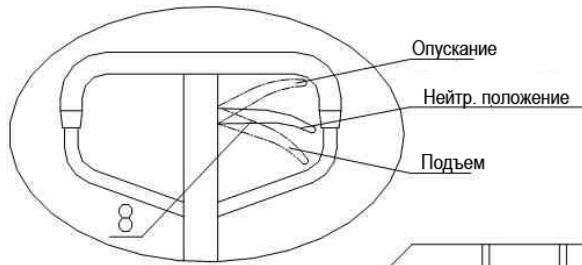

Рис. 4
**2.1.7** Покачайте рычаг и проверьте работу функций подъема, опускания в соответствующих положениях рукоятки (8). См. рис. 4. Проверьте нейтральное положение рукоятки.
5.2 См. рис. 4. Для взвешивания и транспортировки груза рукоятка (8) должна быть установлена в положение опускания. После опускания введите вилы в поддон и установите рукоятку (8) в положение подъема, поднимите вилы (качанием рычага).